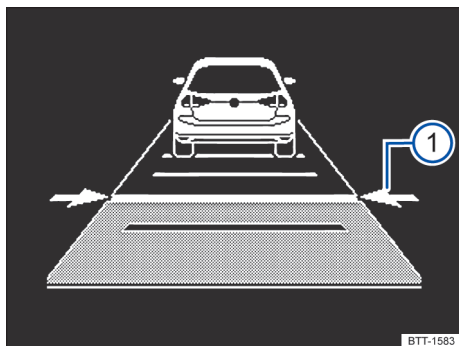

Fig. 132 No display do instrumento combinado: ajustar a distância (representação esquemática, o ACC regula).
No display do instrumento combinado é mostrado o nível ajustado → Fig. 132 ①. Considere as disposições legais sobre a distância mínima de segurança do país em questão.